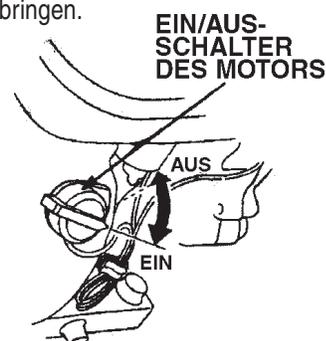

Abbildung 12. EIN/AUS-Schalter des Motors
5. Den **EIN/AUS-Schalter des Motors** (Abbildung 12) in die Stellung „**EIN**“ bringen.